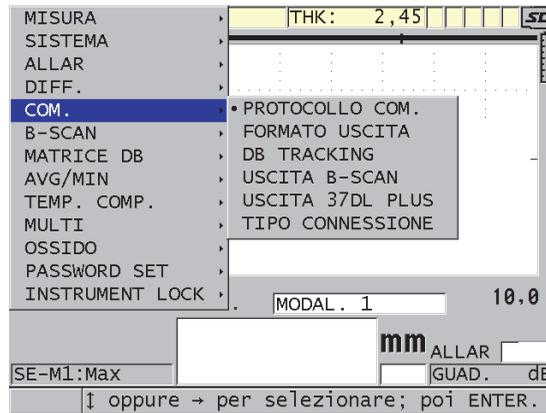

Figura 14-2 Visualizzazione dei parametri di comunicazione
7. Nella schermata **COM.** (vedere Figura 14-2 a pagina 276):